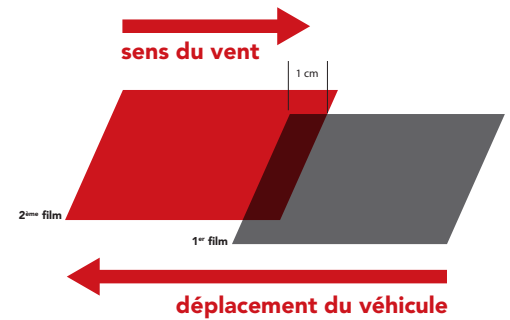

Figure 20
- Recouvrement vertical sur une surface mobile : la pose se faisant toujours de l'arrière vers l'avant du véhicule, le 2^e film chevauchera le 1^{er}, etc (FIG. 20).